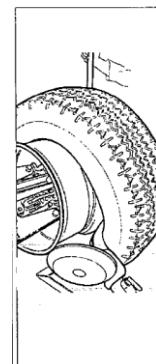

Рис. 22
I. Поверните монтажную головку на 180 град. и вставьте между ободом диска и бортом шины (см. рис. 22). Перемещайте его до тех пор, пока борт не покажется из-под закраины диска колеса (этот операцию лучше выполнять в процессе вращения колеса).